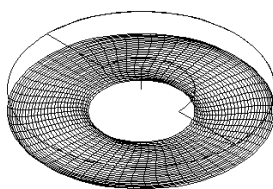

图 12-78 位移结果
- 13 使用快捷键“M”激活【移动】命令，选择两个边界网格模型进行位移，基点为任意一点，目标点为“@0, 0, -10”，结果如图 12-78 所示。